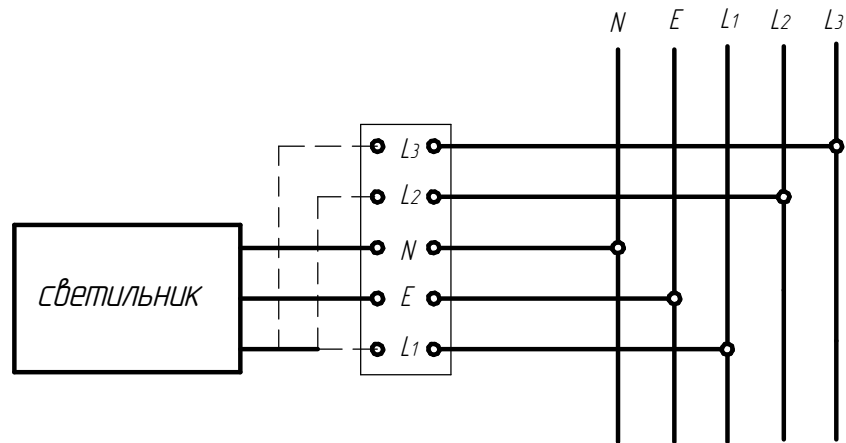

Рисунок 5 - Схема подключения светильника к сети
5.5 Светильники поставляются неподключенными. Для подключения светильников необходимо вставить свободный конец черного провода в клемму сетевого коннектора, маркированную нужной фазой (рисунок 5.).